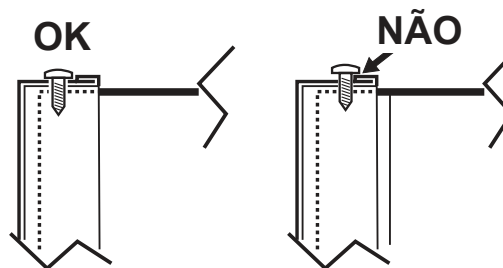

fig. 8 - montagem com parafusos inferiores
3. Proceda na ordem inversa para remontar o painel anterior. Assegure-se de que esteja corretamente fixado no painel superior e completamente apoiado nos painéis laterais. Uma vez apertado o parafuso "A", sua cabeça deve estar posicionada conforme indicado em "fig. 8 - montagem com parafusos inferiores".
A placa de terminais (det. A fig. 8) se encontra no lado esquerdo da caixa elétrica da caldeira. A placa de terminais é de tipo mamute macho-fêmea. Na lateral da placa de terminais, está presente uma etiqueta de identificação dos terminais disponíveis (ver. "Tabela. 4 - Bloco de terminais").